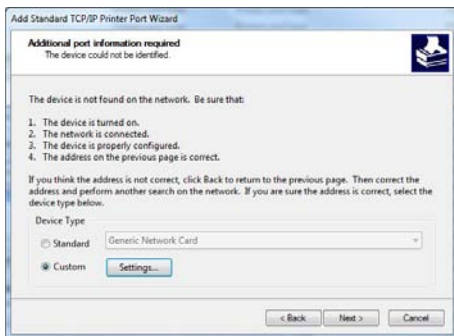

Abbildung 55: Benutzerdefiniert
- Wählen Sie nach der Erkennung "Benutzerdefiniert" aus und klicken Sie auf "Einstellungen..." (siehe Abbildung 55).